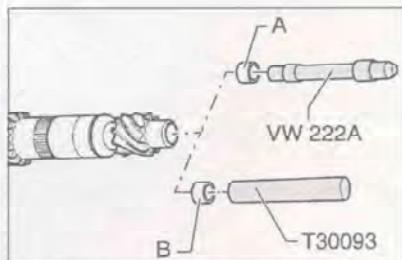

Рис. 7.90. Установка втулки входного/первичного вала.
21. Подберите втулку по каталогу запасных частей и напрессуйте ее на глубину 3.5 мм (рис. 7.90). Расширяющийся конец втулки должен быть обращен в сторону специального приспособления. Диаметр втулки: 14 мм (А) или 16 мм (В).